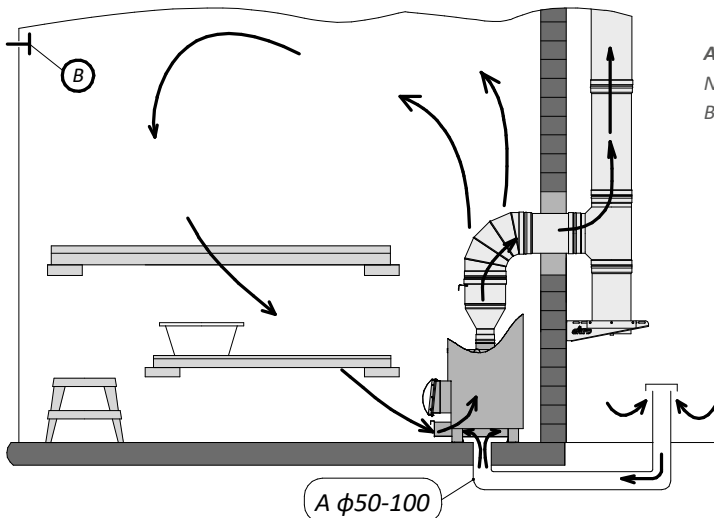

Abbildung 1.
1) Natürliche Belüftung (Abbildung 1):